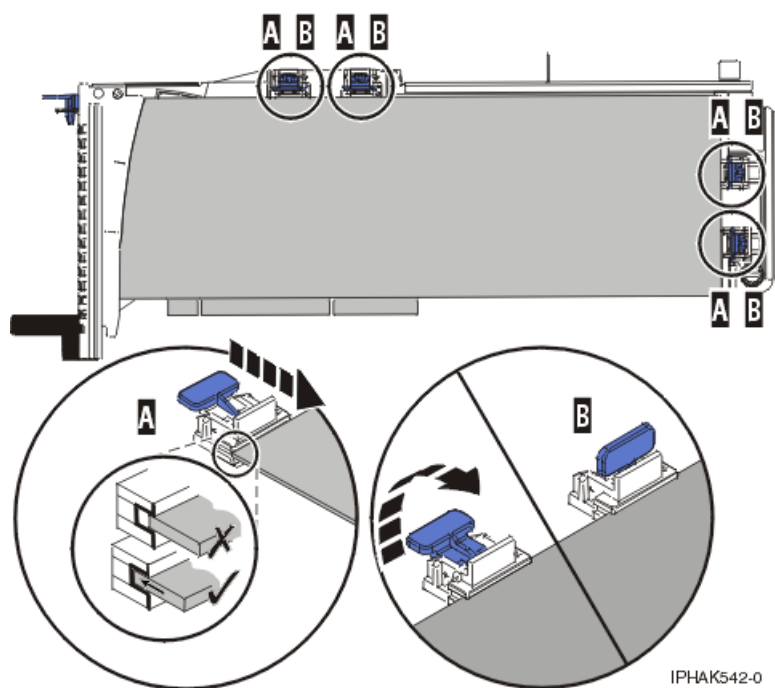

Figura 100. Adaptador de tamanho grande na cassete de adaptador PCI com os suportes e o estabilizador no devido lugar
- 3) Coloque e bloqueie as peças de fixação **(B)**. Consulte a Figura 100.